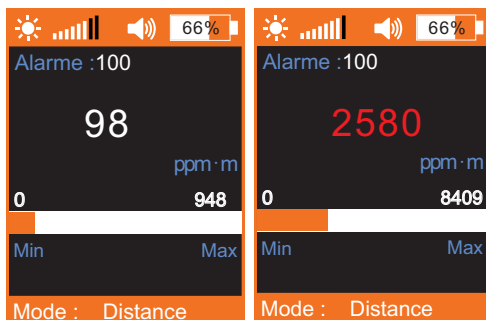

Fig. 7 : Mode Mesure
- La valeur mesurée actuelle est affichée en rouge (fig. 7, image de droite).